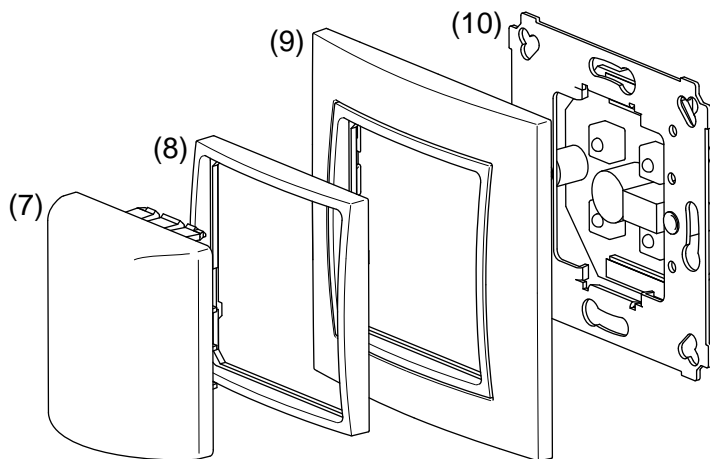

Fig. 9: hopmontering, visas med signallampan som exempel
(7) Centralplatta för signallampa
(8) Adapterring
(9) Ram
(10) Insats
- Skruva fast enhetsinsatsen (Fig. 9, 10) på stödringen till väggdosan.
- Montera ramen och adapterringen över stödringen och anslut centralplattan (fig. 9, 7 – 9).